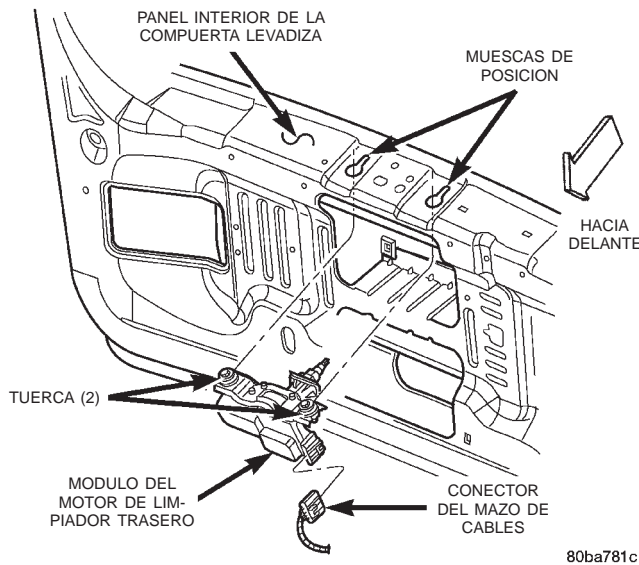

Fig. 14 Desmontaje e instalación del módulo del motor de limpiador trasero
(4) Retire la tuerca que fija el eje transmisor del motor de limpiador trasero al panel exterior de la compuerta levadiza.
(5) Retire el marco y la junta del eje transmisor del motor de limpiador trasero.
(6) Retire el panel tapizado del interior de la compuerta levadiza. Para obtener mayor información, consulte **Panel tapizado de la compuerta levadiza** en la sección Desmontaje e instalación del grupo 23 - Carrocería.
(7) Desconecte el conector del mazo de cables de la compuerta levadiza del receptáculo del conector del módulo del motor de limpiador trasero (Fig. 14).
(8) Afloje las dos tuercas que fijan el soporte de instalación del motor del limpiador trasero al panel interior de la compuerta levadiza.
(9) Deslice el módulo del motor de limpiador trasero y el soporte de instalación hacia adelante lo suficiente como para desacoplar las tuercas de instalación de los orificios de posición del panel interior de la compuerta levadiza.
(10) Retire el módulo del motor del limpiador trasero del panel interior de la compuerta levadiza.